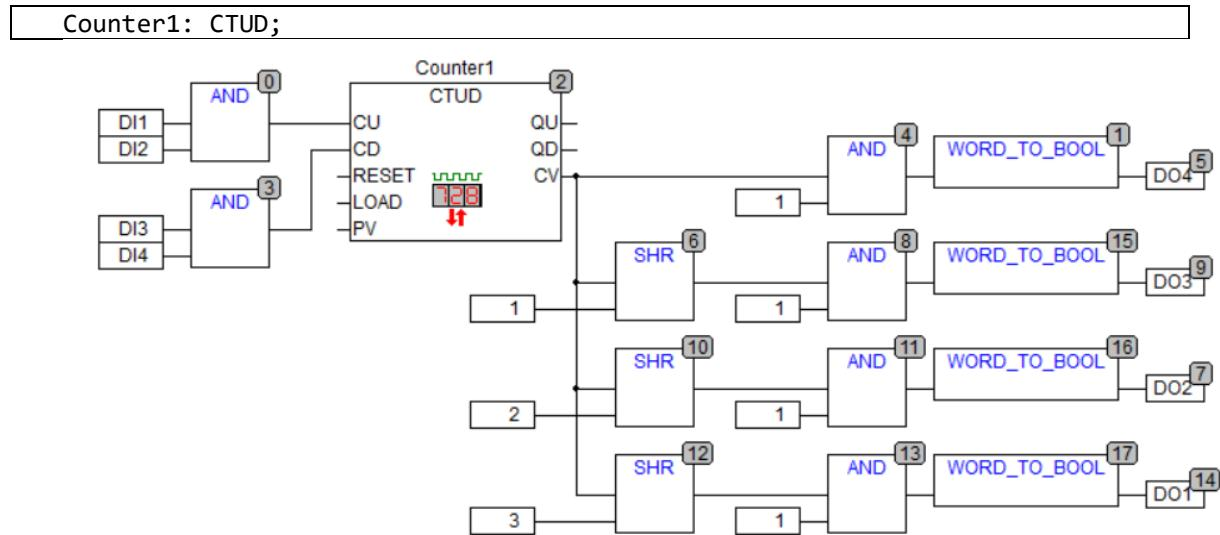

Рис. 27. Реализация практического задания №3 на языке CFC для ПЛК
- Реализация на языке CFC. Для реализации данного алгоритма необходимо написать программу, представленную на рис. 27. Также необходимо объявить локальные переменные с помощью команд, представленных в лист. 7.